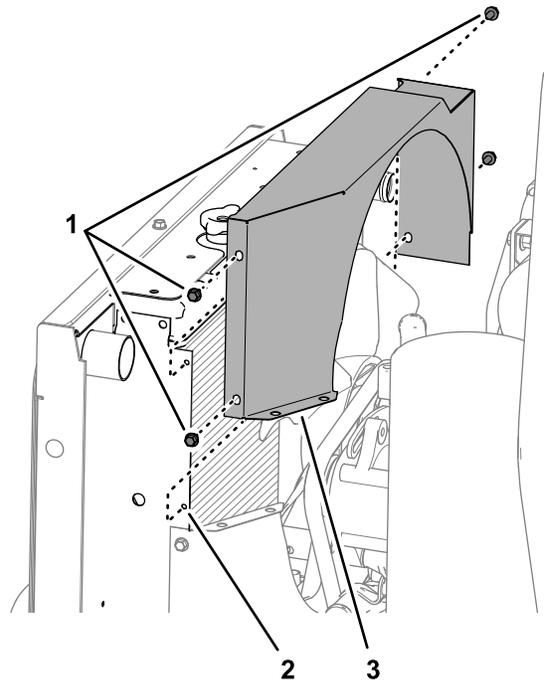

图18
- 1. 卸下将上风扇护罩固定至散热器法兰上的 4 个凸缘头螺栓 $\frac{1}{4} \times \frac{1}{2}$ 英寸然后从机器上取下护罩图18。